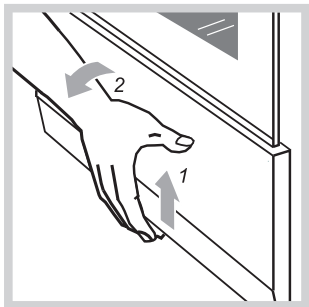

Рис.15
- Чтобы открыть дверцу, ее нужно приподнять вверх и наклонить на себя (рис.15).